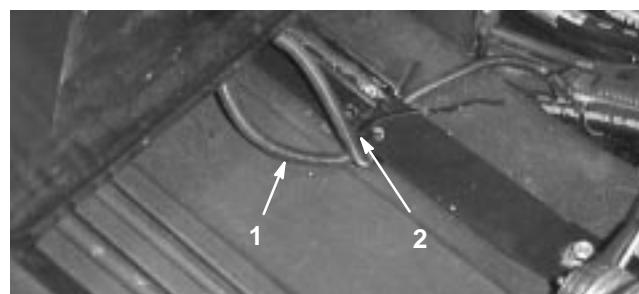

Bild 5
- Verlegen Sie (nur beim Deluxe-Sitz) den überflüssigen Sitzschalteranschluss unter der Sitzbefestigung und sichern beide Drähte mit einer Kabelbinde am hintersten Loch der Sitzbefestigung ab (Bild 5) (Kabelbinde zählt zum Lieferumfang des Sitzbausatzes).